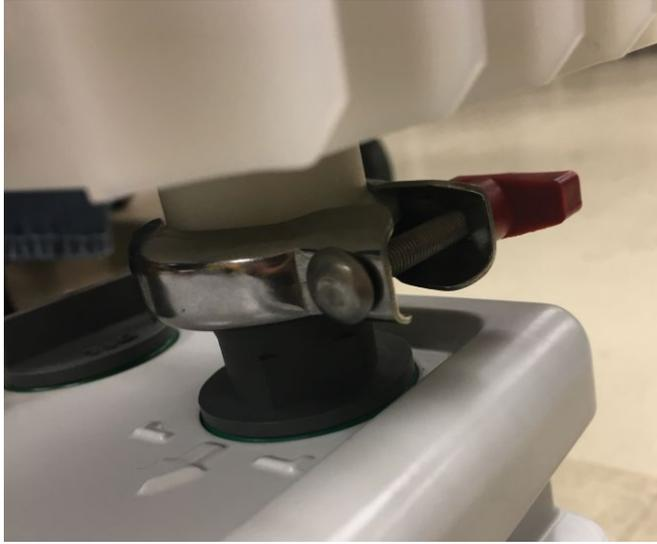

图 27：用夹钳固定油雾过滤器
- 6) 使用附带夹钳将油雾过滤器固定到适配器上。安装油雾过滤器时请勿松开灰色排气口适配器。见图 27。